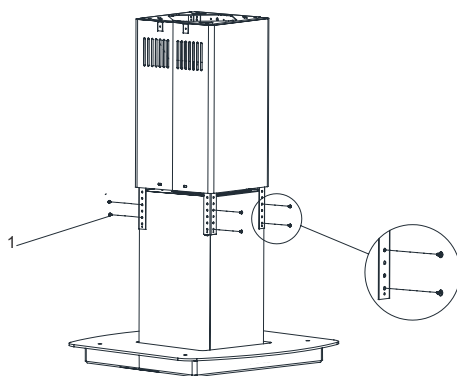

Fig. 13
1. ➤ Ta bort den ena 3,5x9,5 skruven som håller fast skorstenen (Fig.13).
2. ➤ Lyft upp skorstenen och skruva fast motorlådan i stängerna med 3,5x9,5 skruvar (Fig 13.).